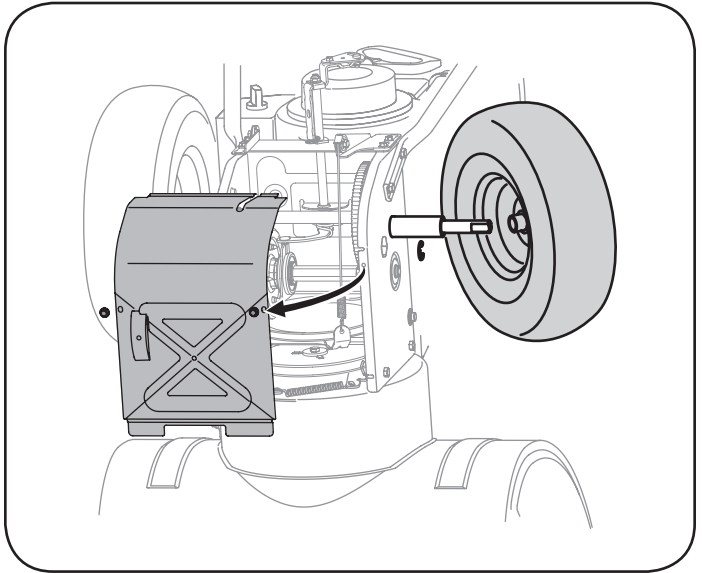

Figura 33
5. Retire la rueda derecha quitando el tornillo y la arandela de campana que la aseguran al eje. Vea la Figura 33.